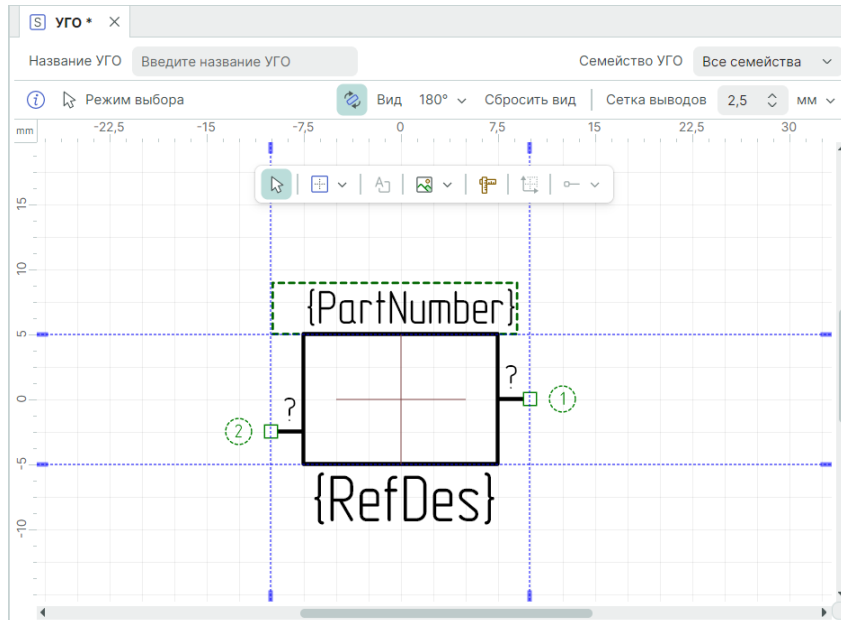

Рис. 192 Настройка параметров графики и атрибутов для отличного от базового представления (при повороте на 180°)
6. Переключитесь на следующее выбранное представление (например, «180°») и настройте графику УГО и атрибуты, см. Рис. 192.